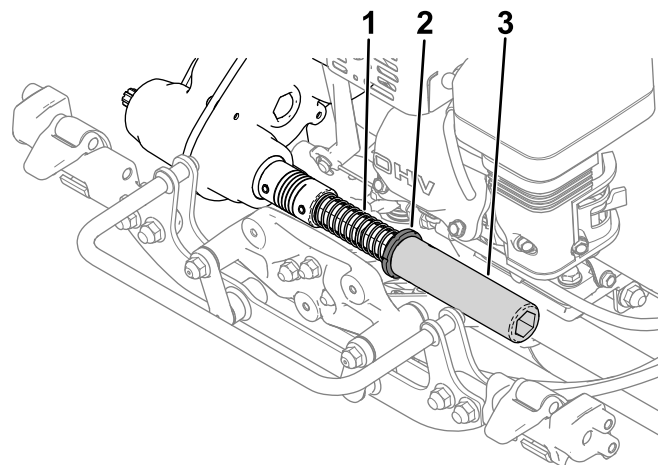

Bild 9
2. Installieren Sie die Feder, den Bund und das Sechskantrohr an der Kupplungswelle des Getriebes (Bild 9).